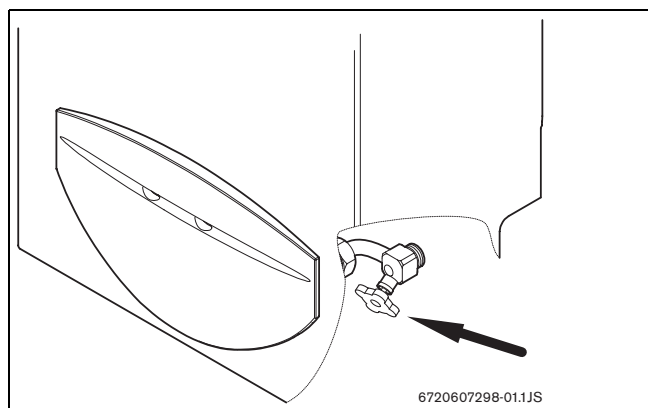

Fig. 7 Vanne d'arrêt eau
- Fermer le robinet d'eau chaude jusqu'à ce que l'eau atteigne la valeur désirée ou ajuster le débit d'entrée d'eau au moyen de la molette de la vanne d'arrêt d'eau (voir Fig. 7).